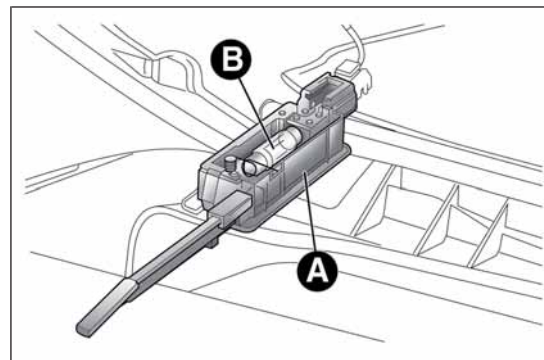

РИС. 146
- откройте перчаточный ящик и снимите плафон А РИС. 146;